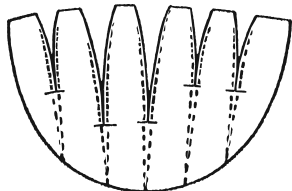

Рис. 799
- Обведите контуры и проведите линии новых вытачек, сделав их более изогнутыми, чем на лекале основы (сплошные линии на рис. 799).